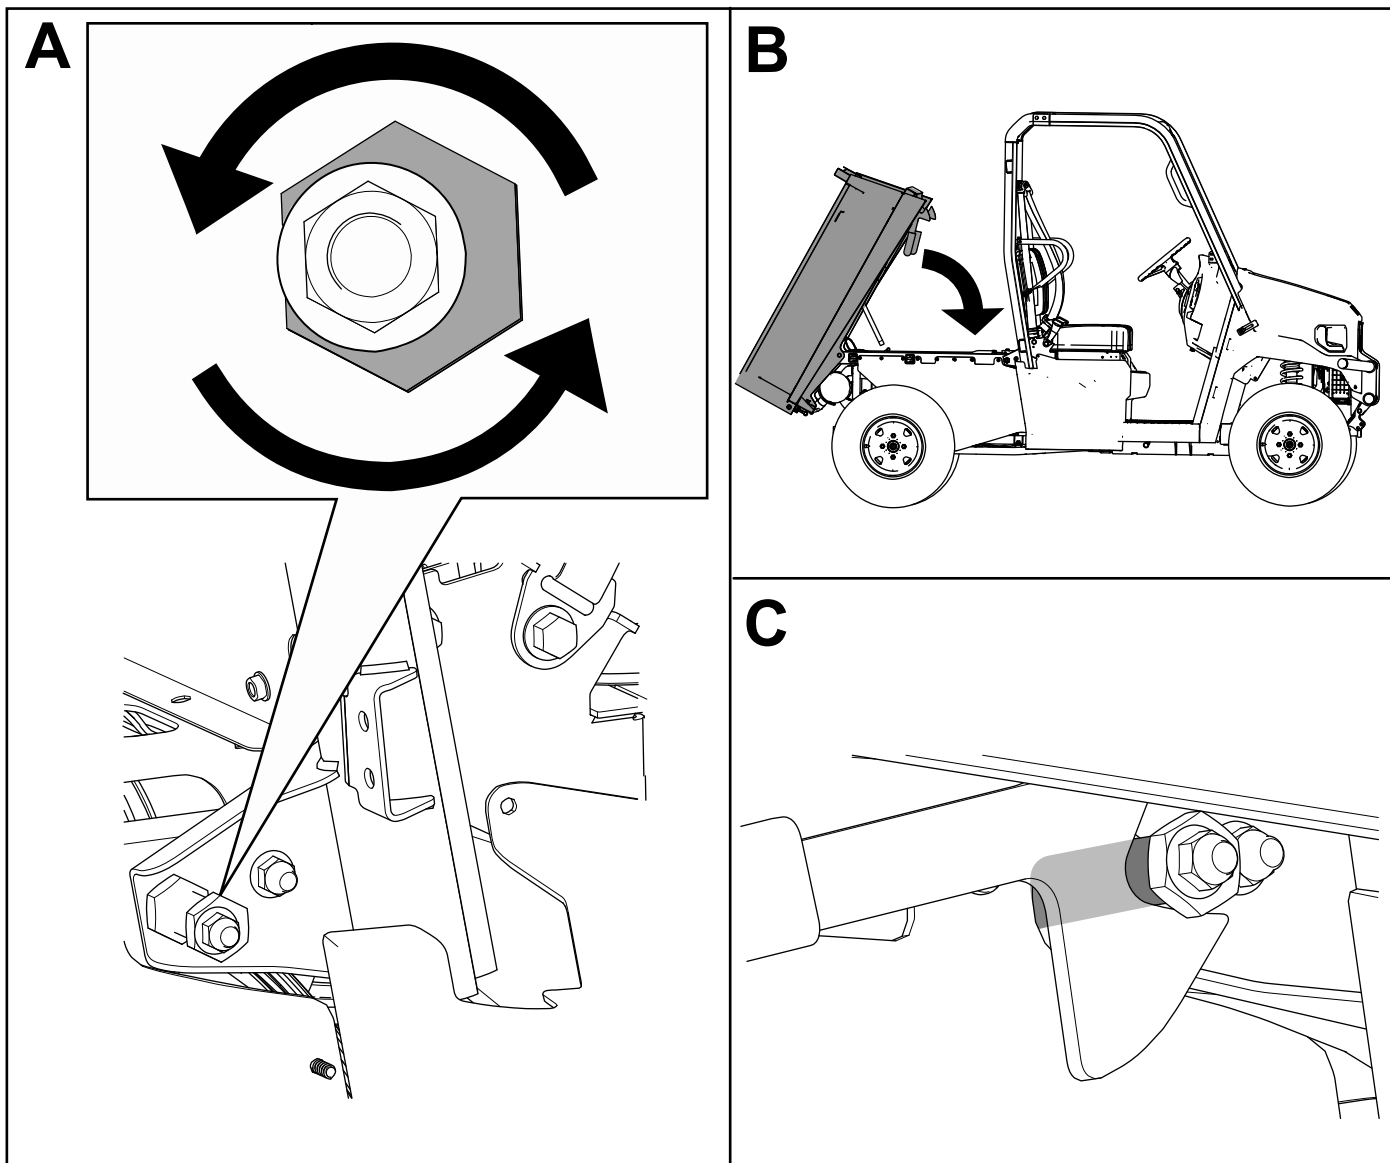

Figura 32
20. Regolate il dado di allineamento della chiusura del pianale fino a eliminare la fessura e a fissare saldamente il pianale (Figura 32).